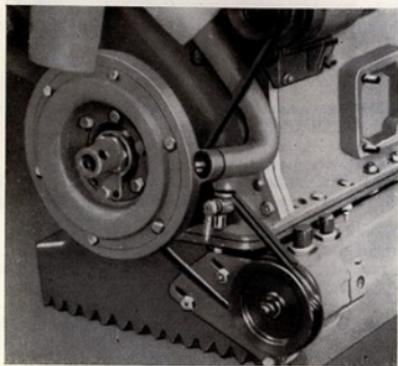

Fig. 37. - Accionamiento de la bomba de presión
- a) Aflojar las 3 tuercas de fijación al soporte (Fig. 37).
dirección. Esta operación se efectuará de acuerdo con las instrucciones siguientes (fig. 37 bis):
Fig. 37 bis. - Tubos de purga de la servo-dirección